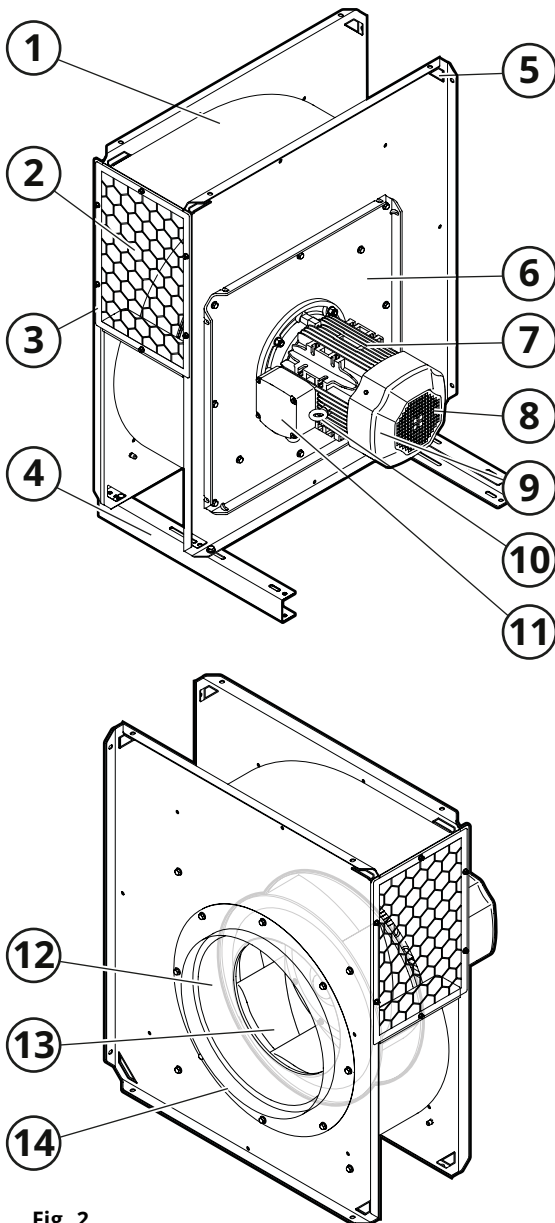

Fig. 2
Siehe Fig. 2.
Die Luft wird durch den Einlass (14, Fig. 2) eingesaugt, zum Zentrum des Ventilatorrads (13). Anschließend wird die Luft durch das Ventilatorrad gesaugt und zum Ventilatorauslass befördert.